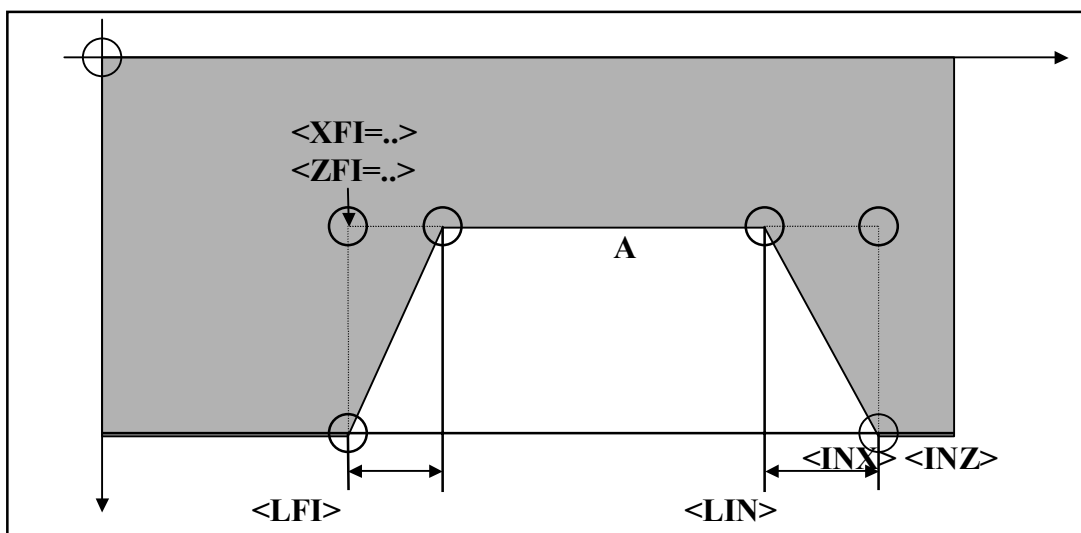

FIG. 13-1
- 9) La **G664** di **FIG.13-1** è una sgrossatura "cilindrica" in quanto il lato P-PB è parallelo all'asse Z.